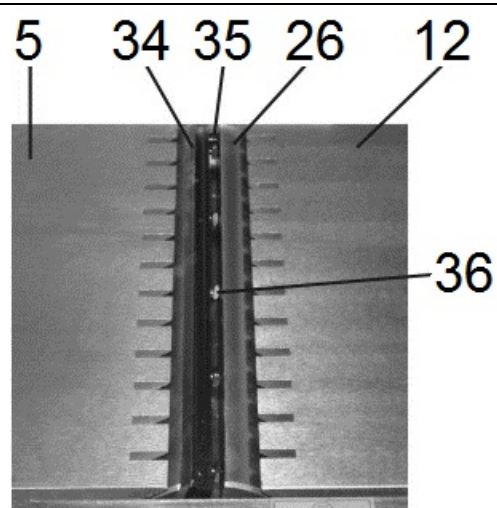

Рис. 11
17.1. Отключите машину, отсоедините вилку шнура питания машины от розетки электросети. Установите направляющую планку (11) и защитную планку строгального вала (10), Рис. 2а, так, чтобы строгальный вал (26), Рис. 11, был открыт на всю длину.
17.2. Ослабьте винты (36) крепления прижимной пластины (35), вращая их по часовой стрелке гаечным ключом. Снимите прижимную пластину (35) вместе с ножами (34) с ножевого вала (26), очистите прижимную пластину (35), гнездо прижимной пластины (35) и ножи (34) от опилок и пыли. Осмотрите ножи (34), прижимную пластину (35) и винты (36). Поврежденные детали следует заменить. Затем полностью соберите строгальный вал (26); ножи (34) и прижимную пластину (35) надежно установите в пазы строгального вала (26), вращая винты крепления (36) прижимной пластины (35) против часовой стрелки. На этом этапе винты следует только слегка закрепить, Рис. 11.
18.2. Проверьте выступ ножей (34) над поверхностью приемного стола (5) с помощью индикатора или путем непосредственной установки режущих кромок ножей (34) по кромке поверхности приемного стола (5). Выступ ножей должен быть не более 0,1 мм, но не ниже поверхности приемного стола (5). После установки ножей (34) строгального вала (26) в правильное положение надежно закрепите винты (36), начиная с центральных винтов и заканчивая внешними винтами, Рис. 11.